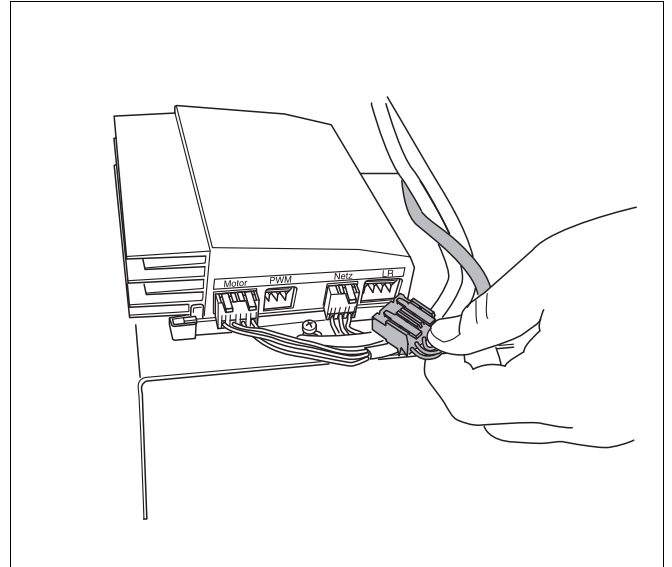

Рис. 48 Выньте штекер
- Нажмите фиксаторы на трех штекерах электронного регулятора скорости вращения и выньте штекеры двигатель/сеть/LR (рис. 48).
- Вставьте штекеры двигатель/сеть/LR (рис. 48).